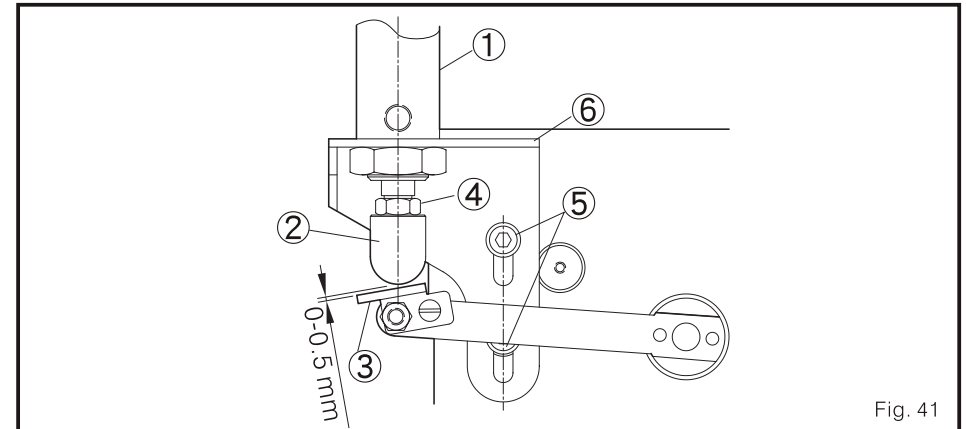

Fig. 41
1. Quando o eixo principal 1 do cilindro fique no ponto alto, o bloco de pressão 2 esta 0-0.5 mm da lâmina fixa 3. (Fig. 41)